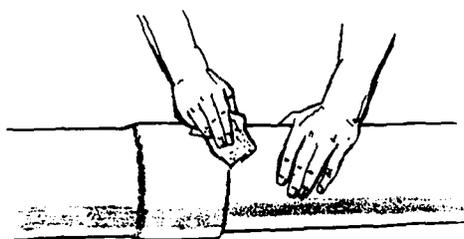

FIG. 6
c) Remova o excesso de solda, utilizando pano ou estopa limpa (fig. 6).